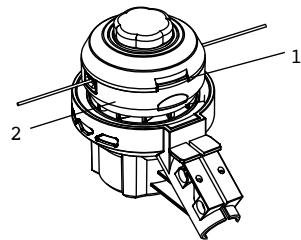

FIG. 11
1. Appuyez sur les boutons de verrouillage de la bobine (1) et (2) situés de chaque côté du boîtier de la bobine (2) (fig. 11). **REMARQUE :** Deux boutons de verrouillage de la bobine sont situés sur les côtés opposés du boîtier de la bobine.